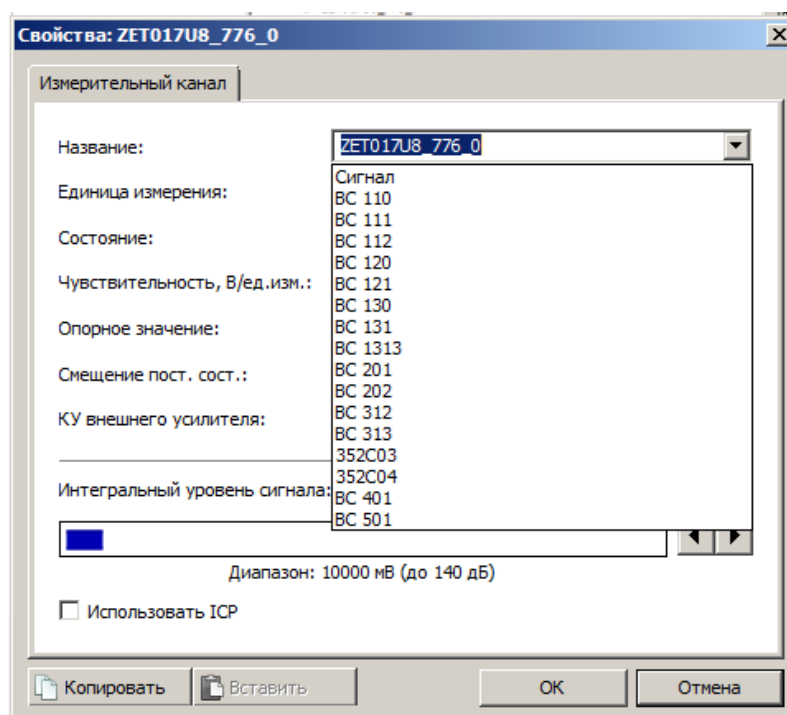

Рис. 4.24 Окно «Свойства» со списком типовых датчиков
В случае если к измерительному каналу анализатора спектра подключается типовой датчик следует перейти в поле «Название» и активировав указатель на выпадающий список  (Рис. 4.24), выбрать из списка тип подключаемого датчика, при этом в поле «Название» будет введено название типа датчика, которое можно скорректировать путем ввода необходимого названия измерительного канала с клавиатуры.
**Внимание!** В случае когда необходим доступ к произвольной настройке для всех параметров в окне «Свойства» в поле «Название» выбирайте из списка тип «Сигнал» (Рис. 4.24), в случаях выбора иных типов изменение некоторых параметров окна «Свойства» могут быть ограничены.
Наиболее используемые единицы измерения можно выбрать из выпадающего списка (Рис. 4.24) активировав символ  в поле «Единица измерения».